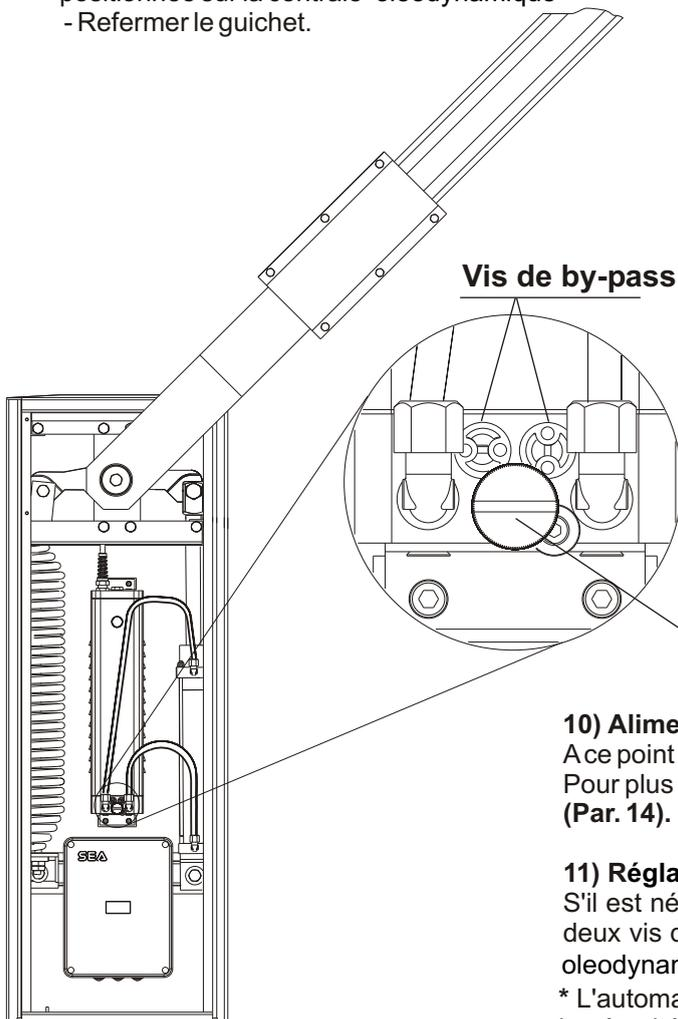

Fig. 14
N.B.: Avant d'effectuer cette opération débloquer la centrale oleodynamique comme en Fig.14.
S'il est nécessaire, la force de poussée de la lisse peut être réglée avec les deux vis de By Pass (gris et jaune) positionnées de front sur la centrale oleodynamique (Fig. 14).